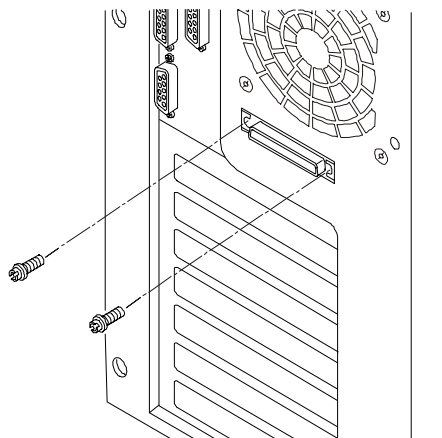

Figure 3-8. Connexion du câble à l'arrière du NetServer
2. A l'aide d'un tournevis plat, dégagez le cache SCSI externe situé l'arrière du NetServer, comme illustré à la figure 3-8.
5. Placez l'extrémité du connecteur externe du câble dans l'évidement situé à l'arrière du châssis puis insérez les deux goujons filetés à l'extérieur. Reportez-vous aux figures 3-8 et 3-9.